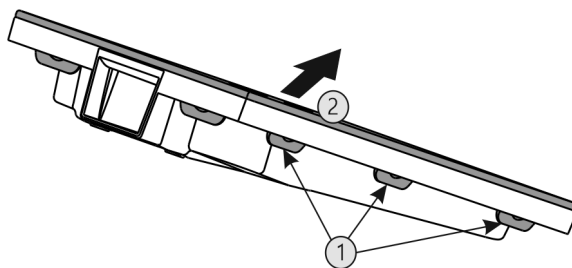

Fig. 57
- ▶ Последовательно нажать на все накладки Fig. 57 (1) и снять крышку Fig. 57 (2).